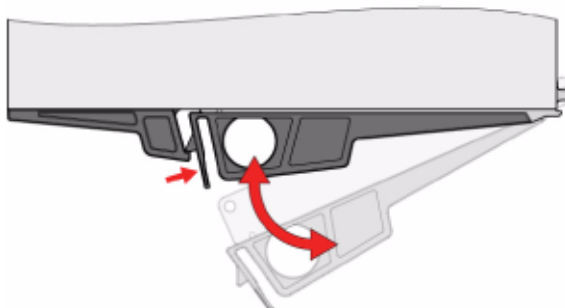

図6-11 モジュールラッチハンドルの固定
1. ラッチを親指と人差し指で掴み、モジュールを取り外すためのハンドルを開きます。（図6-11参照）
3. ラッチをハンドルとして使用し、ディスクI/Oモジュールを取り外します。（図6-11参照）
1. ラッチが開いた状態でモジュールを筐体にスライドさせます。(図6-11参照)